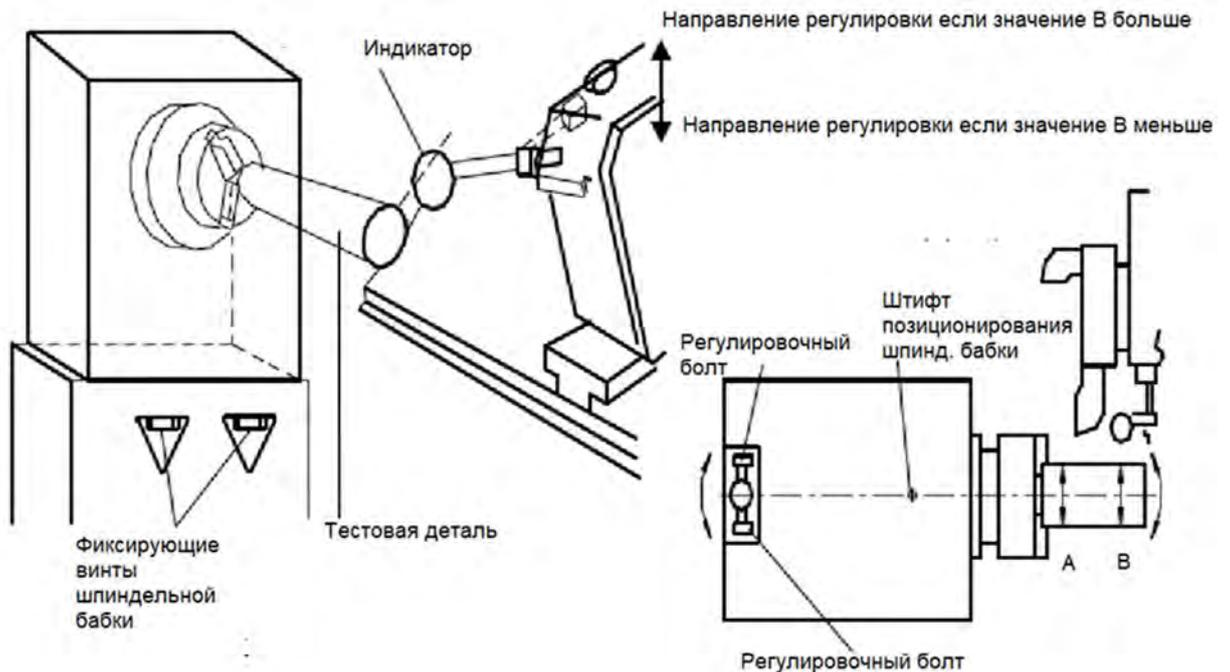

Рис. 19. Схема регулировки точности положения шпинделя
- ① Зажмите круглый пруток (тестовая деталь) длиной 200 мм, диаметром 80 мм в патроне.
- ② Проточите тестовую деталь.
- ③ Измерьте конусность обработанной тестовой детали индикатором (точки А и В на рис. 19).
- ④ Установить индикатор на позицию В тестовой детали и обнулите.
- ⑤ Ослабьте 5 стопорных фиксирующих винтов на передней бабке.
- ⑥ Отрегулируйте осевую линию шпинделя с помощью регулировочных болтов, установленных с двух сторон регулировочного блока на заднем конце шпинделя. При регулировке сначала ослабьте болт с одной стороны, а затем поверните болт с другой стороны, чтобы передняя бабка двигалась. Если измеренный размер на В тестовой детали больше, переместите переднюю бабку ближе к контакту индикатора. Если измеренный размер на В испытуемого образца меньше, переместите переднюю бабку, чтобы шпиндель находился дальше от контакта индикатора. Необходимо аккуратно делать регулирование по показаниям индикатора .
- ⑦ После регулировки осевой линии шпинделя затяните стопорные винты, установленные на передней бабке, затем затяните два регулировочных болта, при этом необходимо тщательно затянуть стопорные болты, наблюдая за индикатором, поскольку осевая линия шпинделя может измениться во время затяжки стопорных болтов.
- ⑧ После завершающих этапов, упомянутых выше, проводят точение цилиндра, и его конусность должна быть в пределах заданных припусков, если она превышает этот припуск, повторяют этапы ③ - ⑧ до тех пор, пока она не станет удовлетворительной.